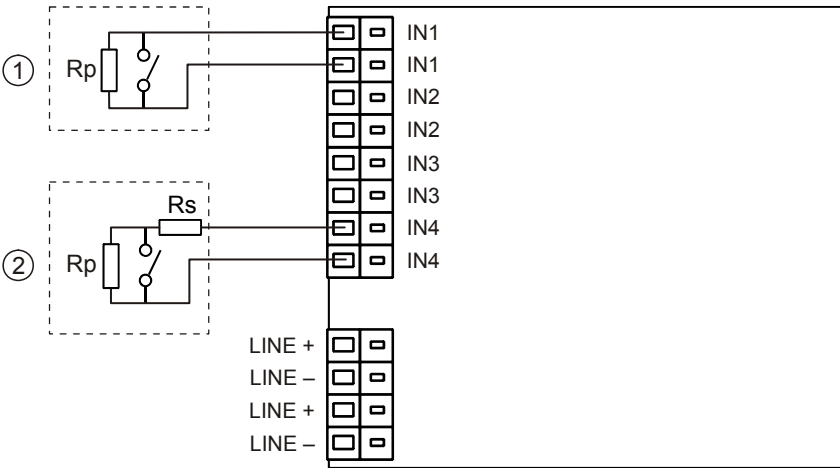

Рис. 6
1. Подключите кабели к клеммам (рис. 6).
3. Подключите резисторы к входным клеммам (рис. 6 и рис. 7) согласно проекту :